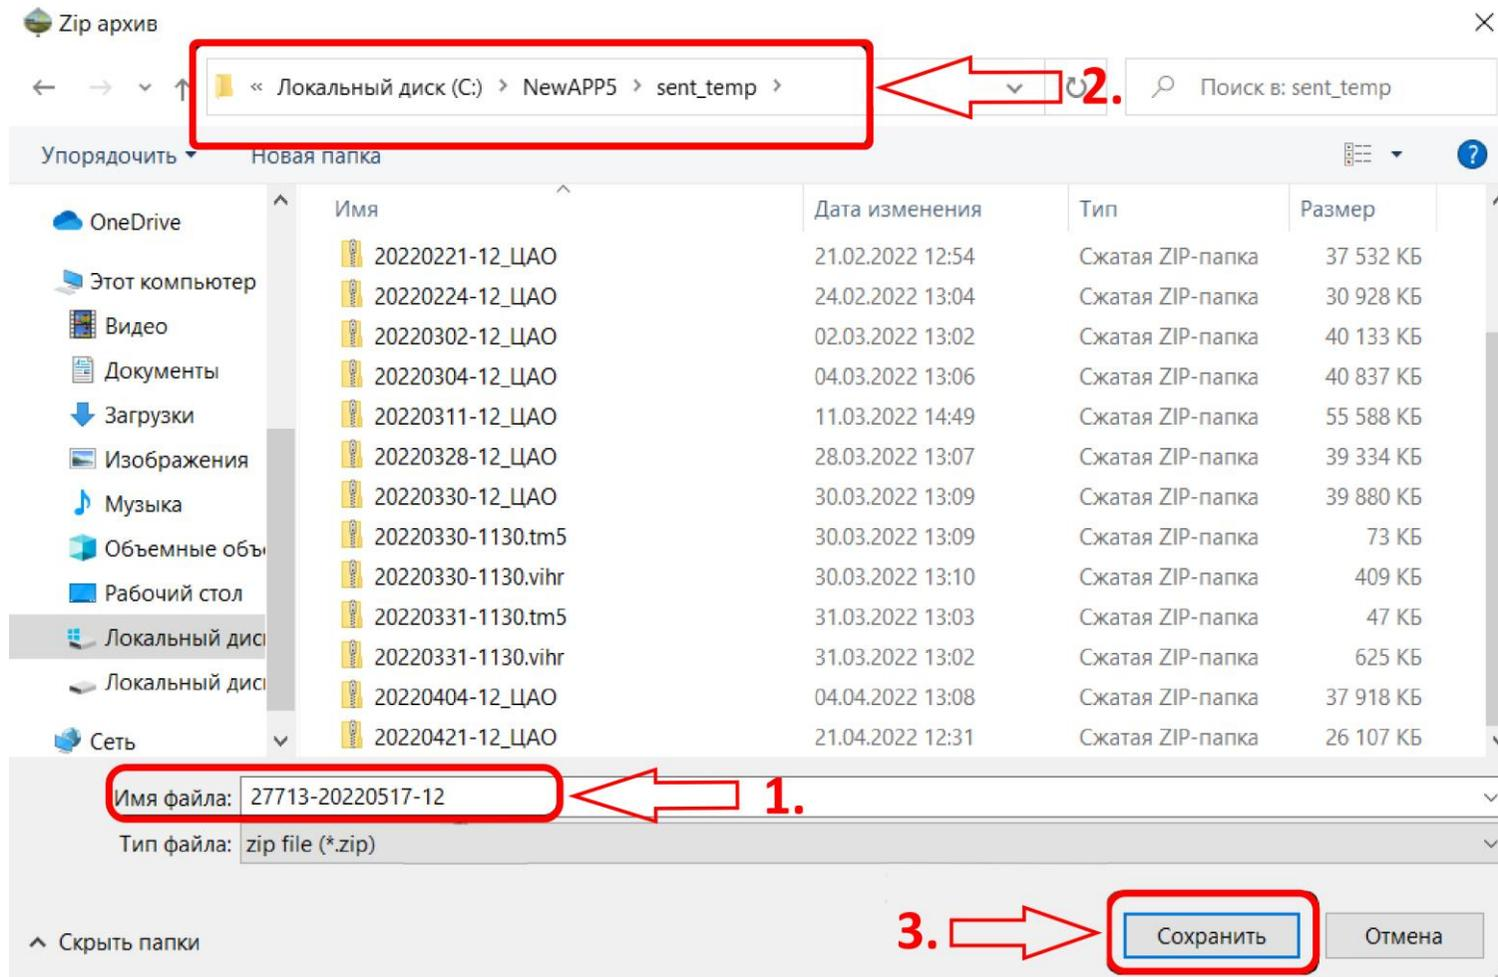

Рисунок 3. Выбор пути формирования отладочного отчета
6. Обратите внимание на путь (место) куда будет сохранен архив и нажмите кнопку «Сохранить» (см. рисунок 3)